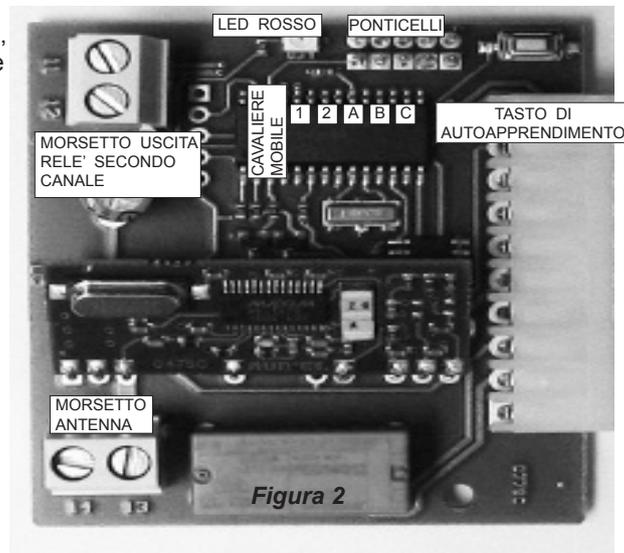

Figura 2
Nella figura 2 vengono elencati i diversi elementi:
- 2) Inserire il cavaliere sul ponticello “1” del ricevitore bicanale (*vedi figura 2*).